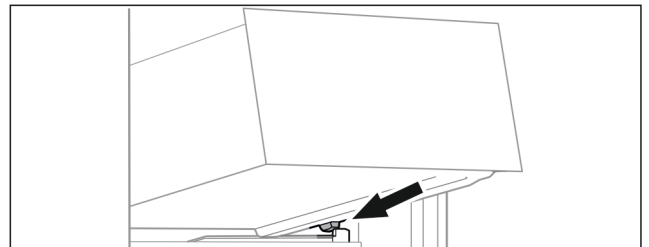

Fig. 97
- ▶ Applicare il cassetto inclinandolo dietro i fermi sulla nervatura del contenitore. (vedere Fig. 97)